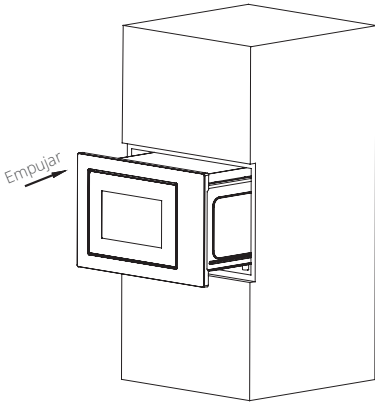

Fig. 1
a) Coloque el horno microondas en el armario empotrado y empújelo hasta el final. (Fig. 1)